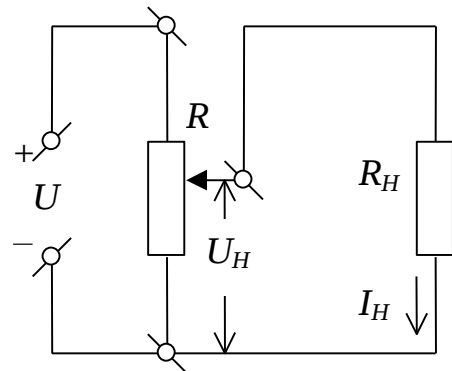

Рис.2
2. Параллельное соединение – делитель напряжения (рис.2) – применяют для регулирования напряжения на нагрузке U_H в широких пределах (от нуля до